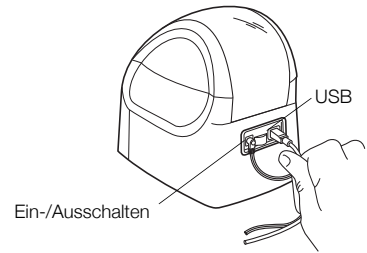

Abbildung 4
- 2 Stecken Sie das Netzteil in den Netzteilanschluss an der am hinteren Teil des Druckers. Siehe Abbildung 4.